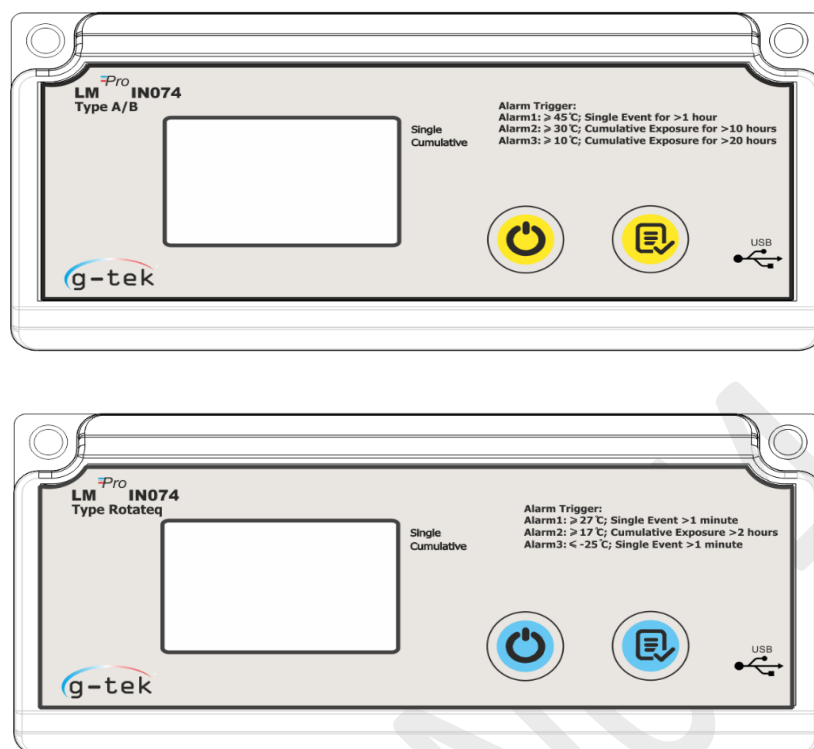

Рисунок 1. Модели электронного устройства регистрации температуры во время транспортировки LM^{Pro} IN074
- На рис. 1 показаны четыре модели электронного устройства регистрации температуры во время транспортировки LM^{Pro} IN074, а именно Тип C, тип Prevenar, тип A/B и тип Rotateq.